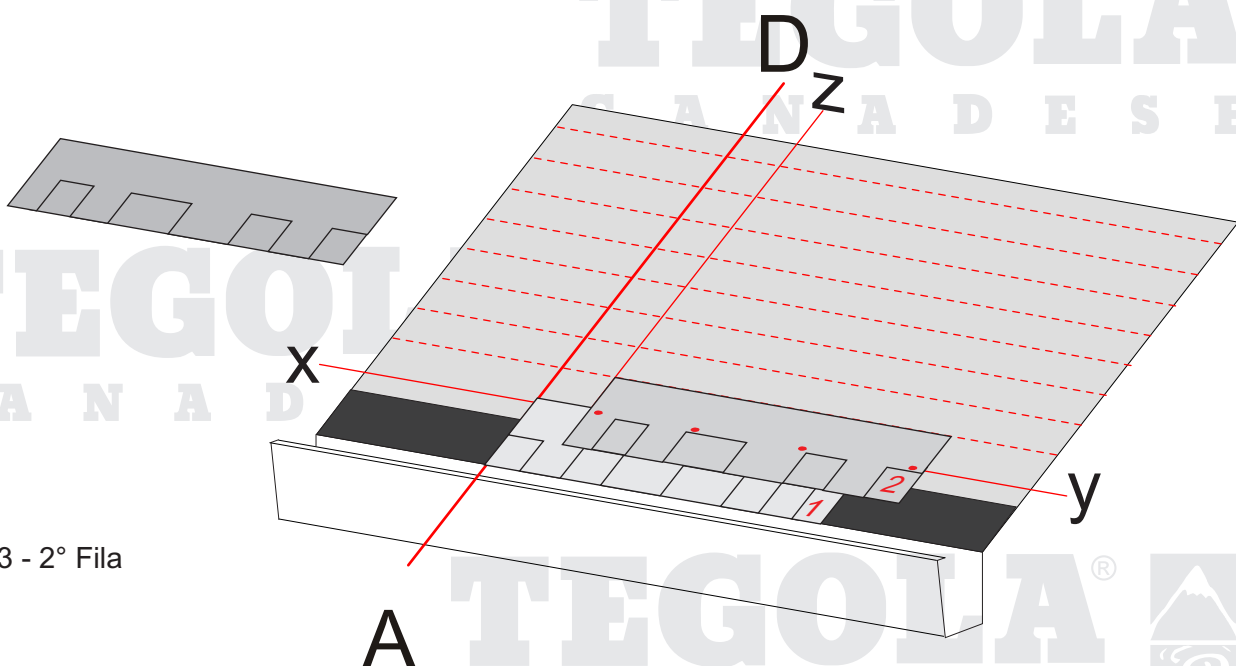

Fig. 3 - 2° Fila
- " La posa della seconda fila di tegole inizia allineando la tegola MASTER alla linea z (Fig. 3).